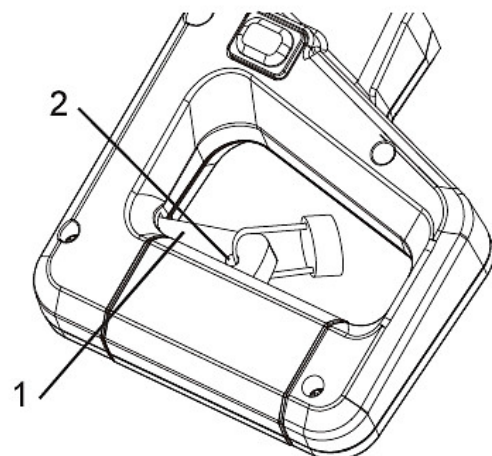

Abb. 34: EIN/AUS-Schalter
8.5 Einschalten der Säge (Abb. 34)